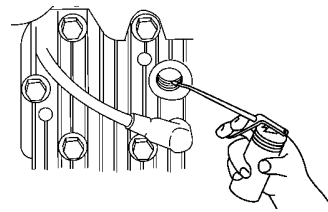

Figure 26
3. Au moyen d'une burette, injecter environ une cuillère soupe d'huile dans le trou laissé par la bougie (Fig. 26).